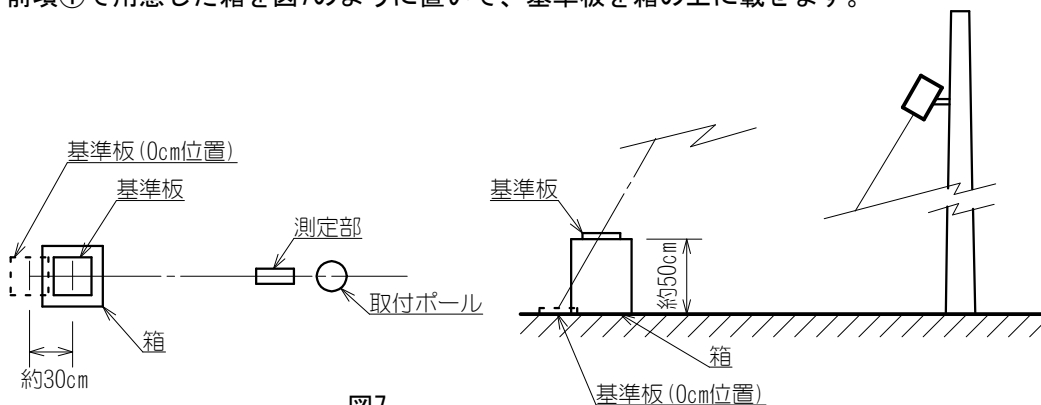

図7
- ④ 測定間隔を1分に設定します。（11頁 2. 測定間隔設定 を参照）
- ⑤ 前項①で用意した箱を図7のように置いて、基準板を箱の上に載せます。